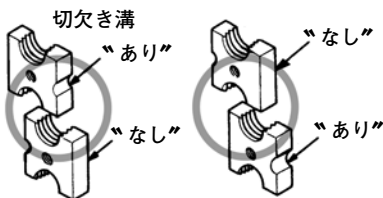

図 21
- ② 刃部の位置を替える際は、カッタ同士の位置関係がありますので、本体の正面から見て、図21のようにカッタ側面の切欠き溝を「あり」と「なし」の関係にします。
- ③ カッタの刃部に欠けや変形が生じ、カッタの取付面にふくらみがある場合は、ヤスリなどで平らにします。
- ④ ブラケットのカッタ取付溝内に付着している切粉をブラシなどで取り除きます。